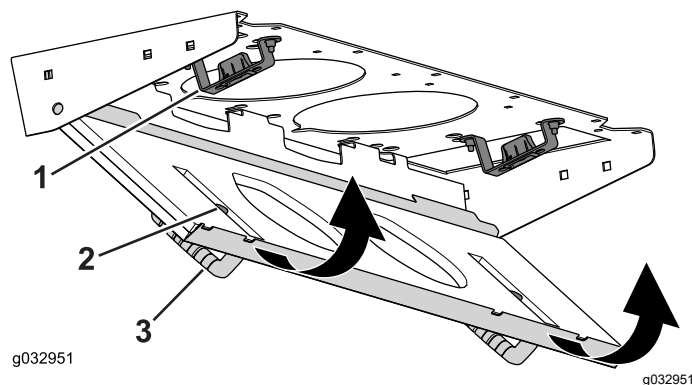

Figure 61
4. Faites pivoter le filtre sur les languettes jusqu'à ce que le pêne s'enclenche dans la gâche (Figure 61).